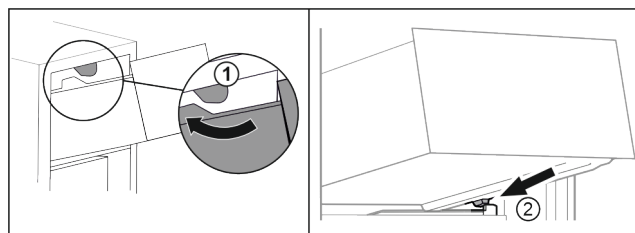

Fig. 88
- Lade om de bovenste stoppers leiden. Fig. 88 (1)
- Lade schuin achter de onderste stoppers op containerrib plaatsen. Fig. 88 (2)